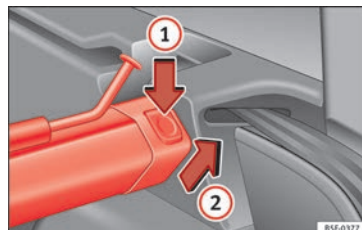

Fig. 172 Dans le coffre à bagages : démonter le filet de séparation.
- Appuyez sur la touche de déverrouillage gauche ou droite » fig. 172 dans le sens de la flèche ①.
- Retirez la structure du support dans le sens de la flèche » fig. 172 ②.
- Appuyez sur la structure sur les supports gauche et droit dans le sens contraire à la flèche » fig. 172 ② jusqu'à ce qu'elle s'enclenche.